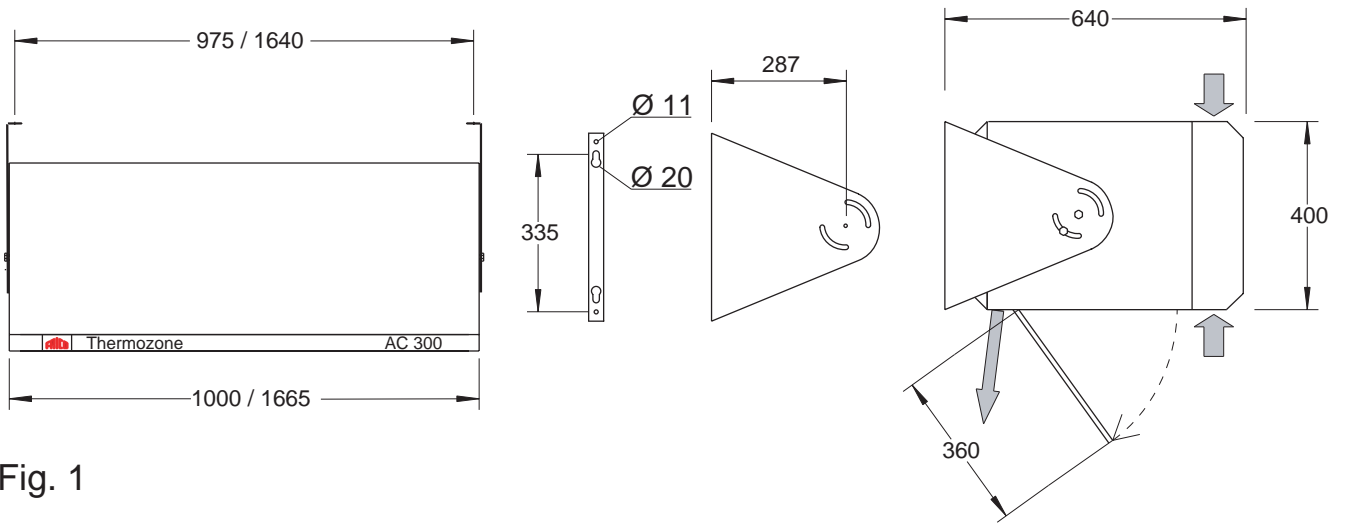

Fig. 1
- Markera och sätt upp de medföljande monteringskonsolerna på vägg eller i tak och häng därefter upp aggregaten i konsolerna (fig.1). Aggregaten fästs med M10-skruvar i monteringskonsolens centrumhål och i ett av spåren, så att hela aggregatet kan vridas och luftens utblås-